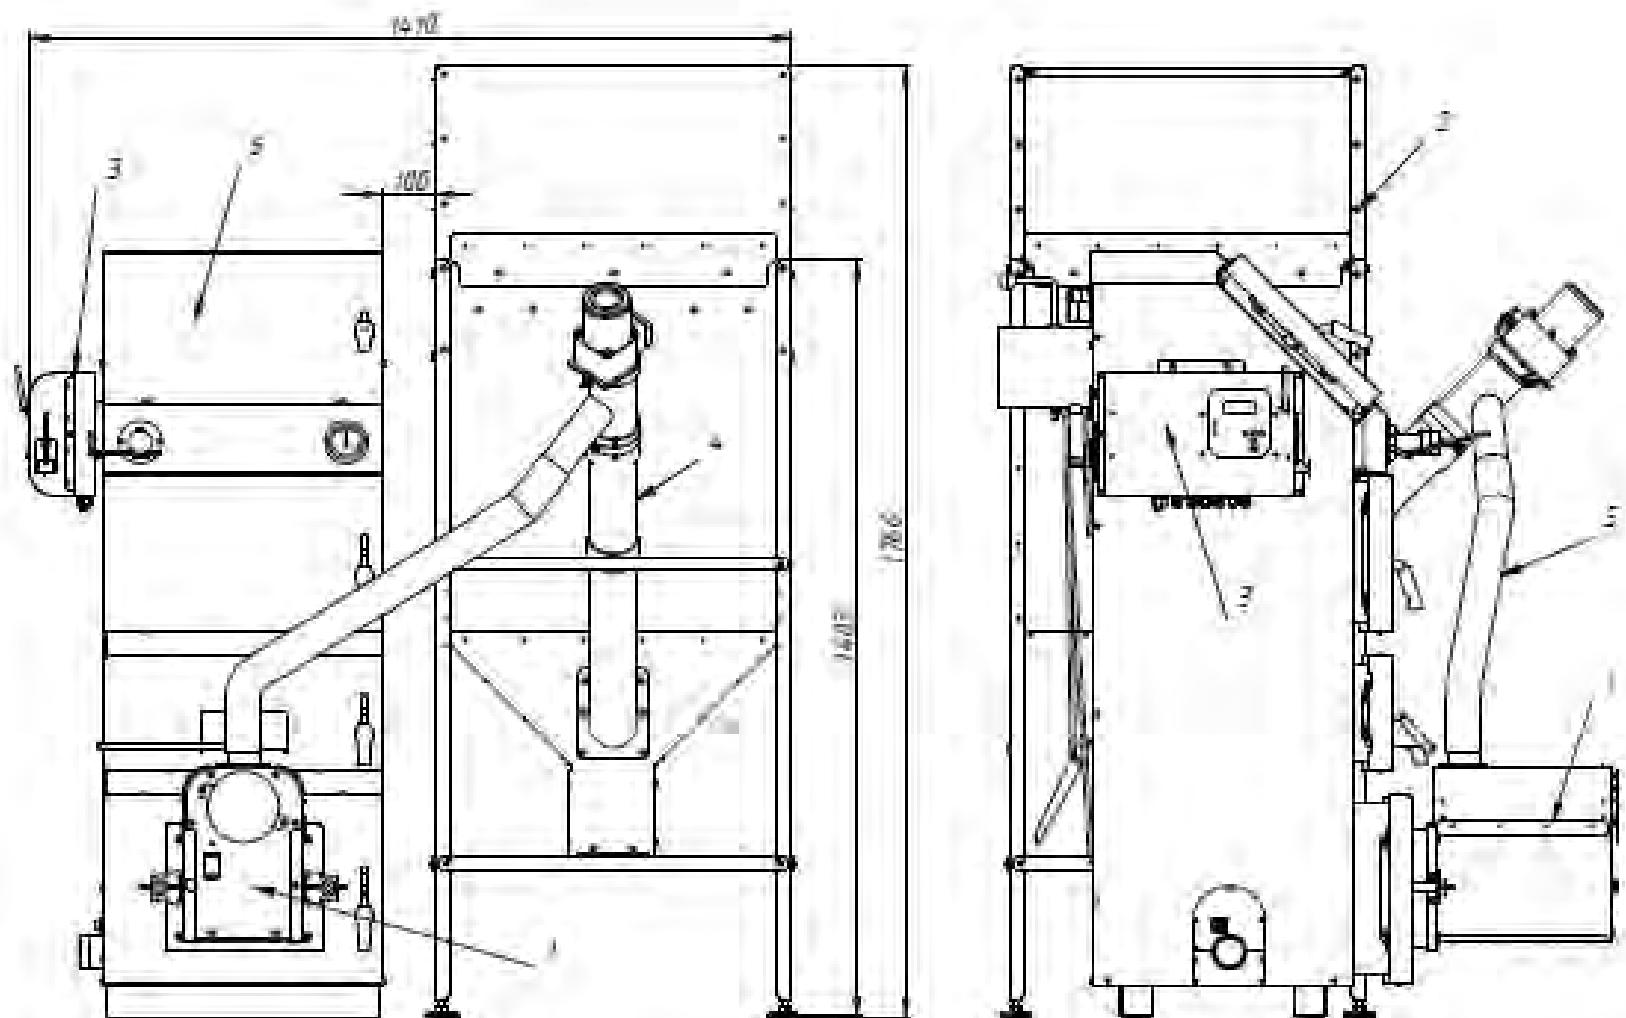

Рис. 1. Принципиальная схема
9.1.1 Составные части и конструкция горелки представлены на Рис.1...Рис.7. Нумерация составных частей на рисунках сквозная для раздела 9.
10.2. Установить бункер 2 рядом с котлом в удобном для потребителя месте (в качестве примера приведен вариант размещения горелки на Рис.1а и 1б).
10.10. Смонтировать приемную трубу (фото 5) на горелку, пластиковый шланг 5 установить на приемную трубу (рис.1). Свободный конец пластикового шланга 5 состыковать с выходным патрубком податчика 34. При необходимости, ослабить хомут 45 на трубе податчика (Фото 1г) и повернуть выходной патрубок податчика вокруг его оси , добиваясь минимально возможного изгиба шланга 5 для предотвращения скопления пеллет в шланге. Затянуть хомут на трубе податчика.